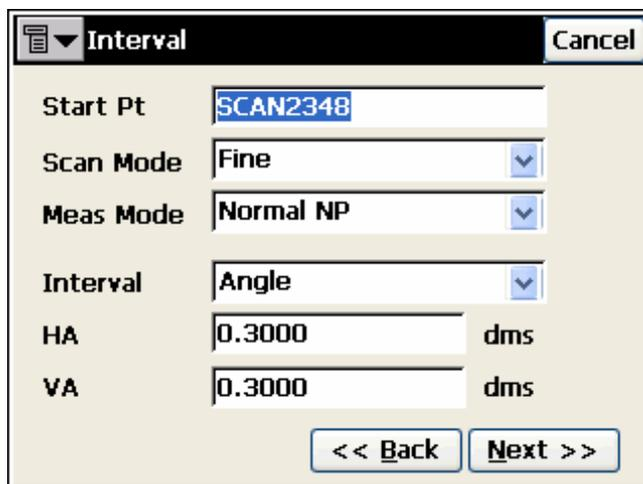
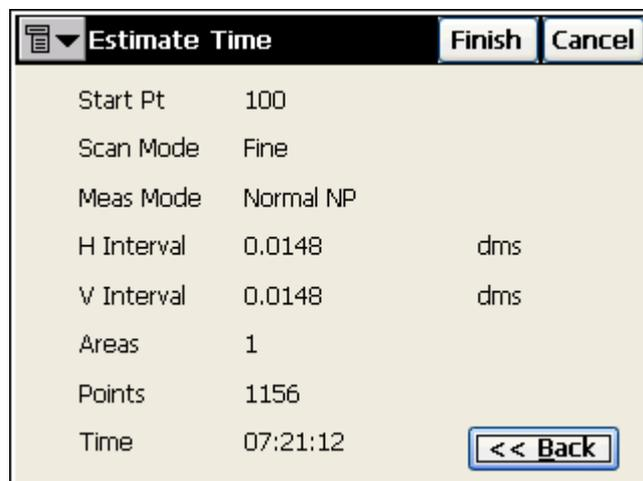

Рисунок 6-50. Выбор шага сканирования
Рисунок 6-51. Оцениваемое время сканирования
5. Выберите шаг сканирования. Введите имя начальной точки, а также шаг по горизонтали и по вертикали. Они могут либо представлять собой углы, либо определяться числом точек (рис. 6-50). Нажмите **Next (Далее)**.
3. Появятся аналогичные окна **Interval (Шаг)** и **Time Estimate (Оценка времени)** (рис. 6-50 на стр. 6-38 и рис. 6-51 на стр. 6-38).